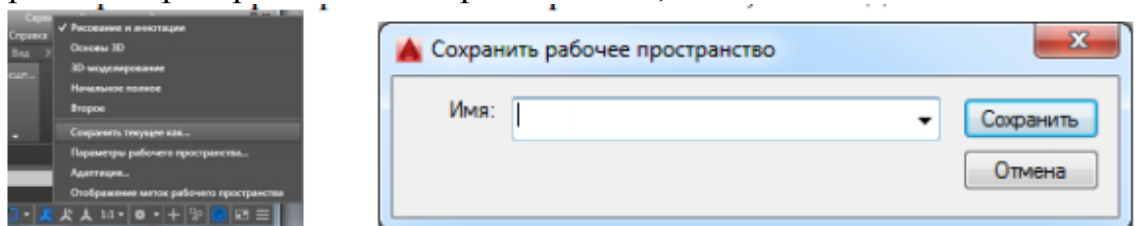

Рис. 3.
5. Вид экрана с настроенными панелями инструментов называется рабочим пространством. Сохраните текущее рабочее пространство, нажав кнопку "Переключение рабочего пространства" в строке состояния и выбрав в открывшемся списке доступных команд строку "Сохранить текущее как...". В диалоговом окне (рис. 3) задайте имя Вашего рабочего пространства. Если в процессе работ в AutoCADe будут добавлены или удалены кнопки, панели, сохраните рабочее пространство со старым именем, или задайте новое имя.